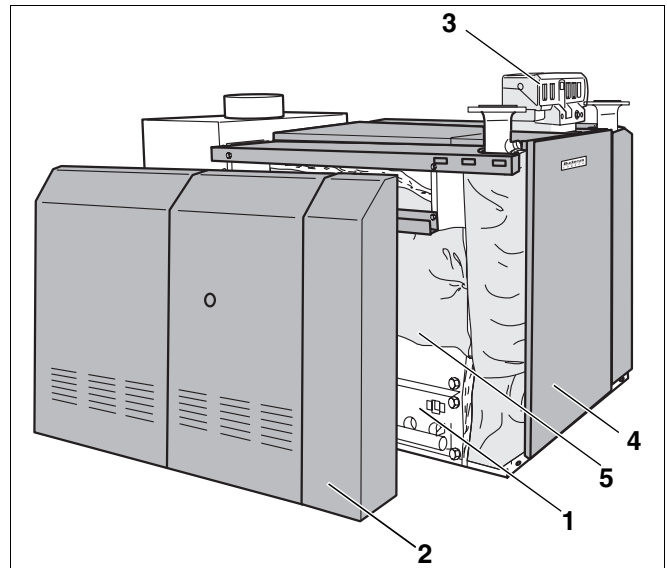
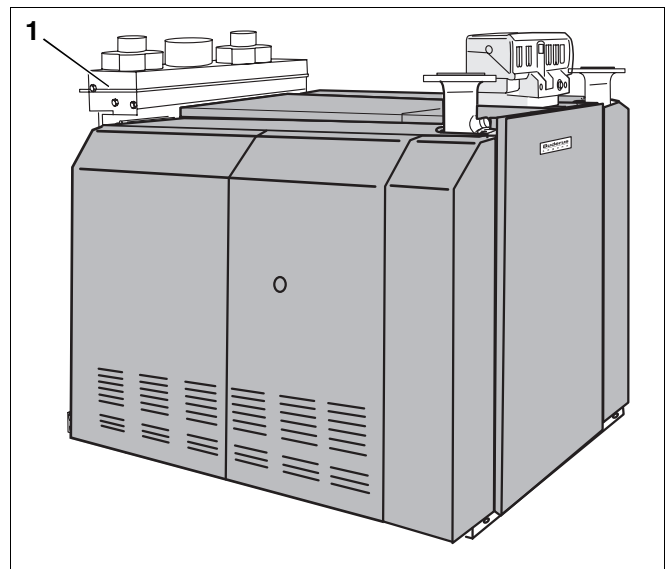

Abb. 1 Logano GE434
Abb. 2 Logano plus GB434
Die Heizkessel Logano GE434 (Abb. 1) und Logano plus GB434 (Abb. 2) bestehen aus einem rechten und linken Kesselblock, die jeweils mit einem Gasbrenner bestückt sind.
- Kesselblöcke (Abb. 1, **Pos. 5**) und Gasbrenner (Abb. 1, **Pos. 1**).
- Kesselmantel (Abb. 1, **Pos. 2**) und Wärmeschutz (Abb. 1, **Pos. 5**).
- Regelgerät (Abb. 1, **Pos. 3**), Zusatzregelgerät und zwei Gasfeuerungsautomaten (je Gasbrenner ein Gasfeuerungsautomat).
Zusätzliches Bauteil des Heizkessels Logano plus GB434 (Abb. 2):
- Brennwerteinheit (Abb. 2, **Pos. 1**)